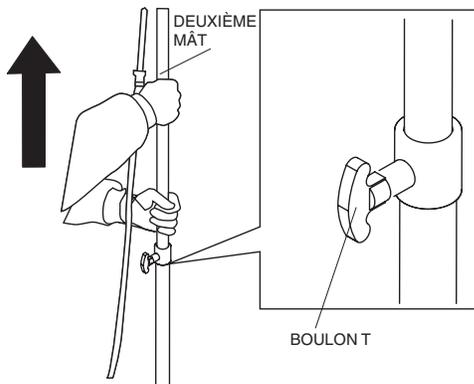

Figure 22. Soulever le deuxième mât
1. Soulever le deuxième mât à la hauteur souhaitée et bien serrer le boulon en T. Voir Figure 22.